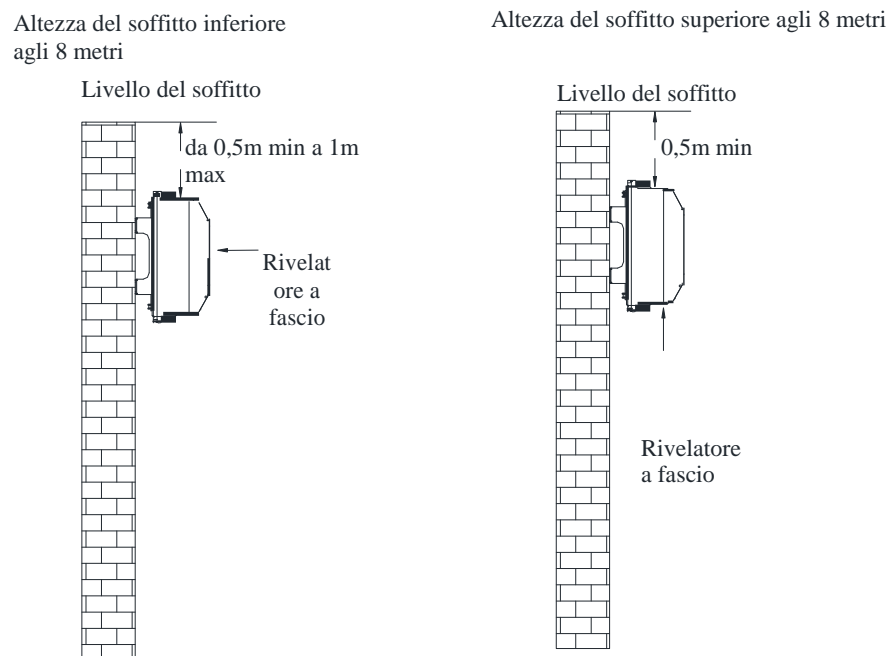

Figura 3: Dettagli d'installazione
1. Sotto una zona libera piana Se l'altezza del soffitto è inferiore a 8 metri, il rivelatore a fascio dovrebbe essere installato tra 0,5 metri e 1 metro sotto il livello del soffitto. Fare riferimento alla Figura 3
2. Sotto una zona libera piana. Se l'altezza del soffitto è superiore a 8 metri, il rivelatore a fascio dovrebbe essere installato almeno a 0,5 metri sotto il soffitto superiore. Fare riferimento alla Figura 3